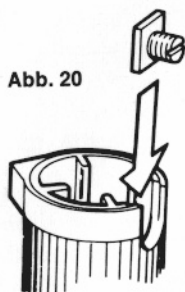

Abb. 20
In den Baukästen liegen der Knopf 25 und der große Skalenknopf 23. Sie werden auf den Achsen von Potentiometer und Drehkondensator befestigt. Hierzu nimm eine Madenschraube (32) und drehe sie einige Windungen in die viereckige Mutter (33). Lege dieses Teil in das rechteckige Loch des Knopfes. Stecke den Knopf auf die Achse und drehe die Madenschraube mit einem kleinen Schraubenzieher fest (Abb. 20 und 21).